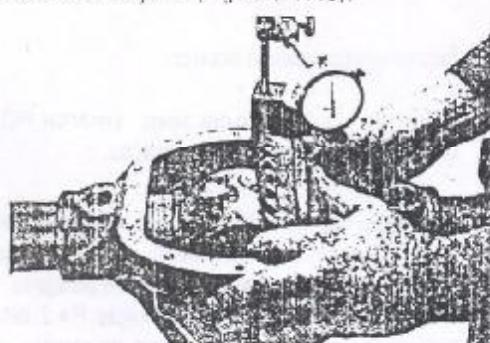

Figura 5.17.6 - Verificação da folga lateral
3. Instalar um micrómetro de dial na carcaça do eixo, posicionando-o de maneira que o apalpador fique apoiado em uma das faces laterais da coroa, forçando a coroa lateralmente, em ambos os sentidos, determinar cuidadosamente a folga lateral do conjunto (Figura 5.17.6).